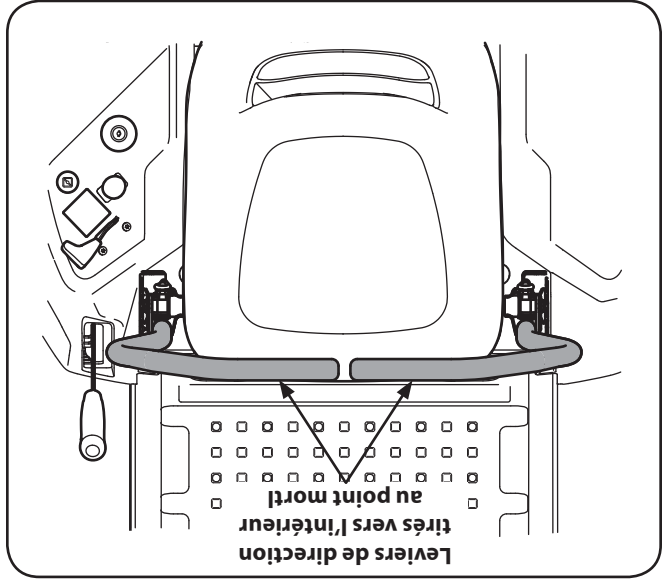

Figure 5-2
- 2. Tirez les leviers de direction droit et gauche vers l'intérieur, au point mort qui se dégage également le frein de stationnement. Refer to Figure 5-2.